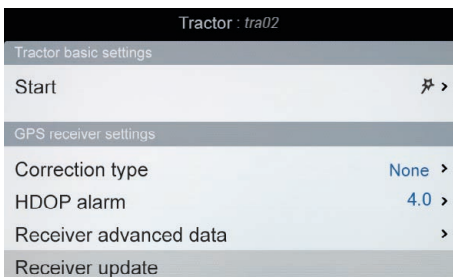

Fig. 178
- Select **Software update** (Fig. 178) and press **OK**.